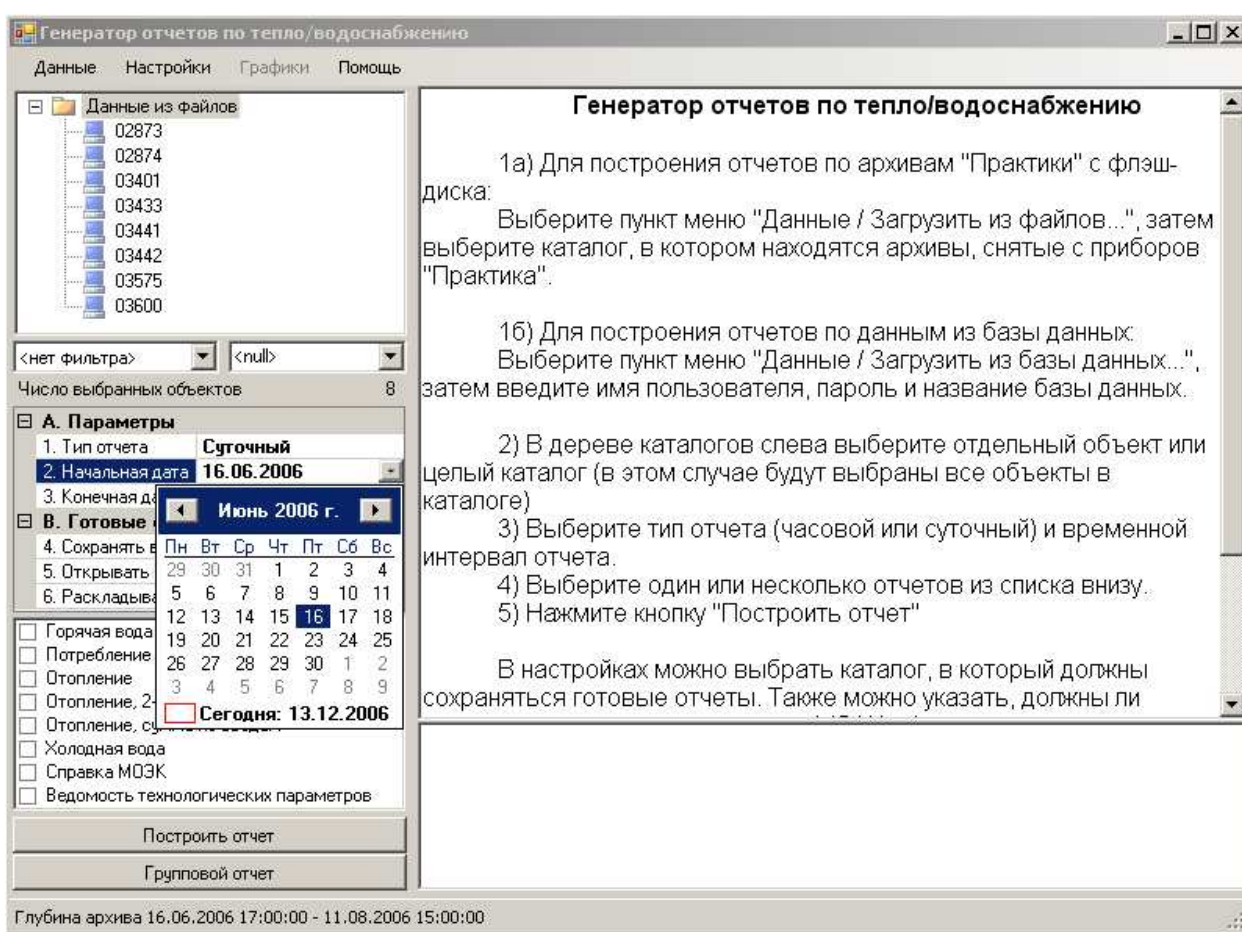

Рисунок 5
4.7 Для задания периода отчетной ведомости в полях «Начальная дата» и «Конечная дата» необходимо задать дату начала и дату окончания отчетного периода. Для этого можно воспользоваться всплывающим окном – календарем, в котором кликом мыши задать необходимые даты. Всплывающее окно представлено на рис. 5: